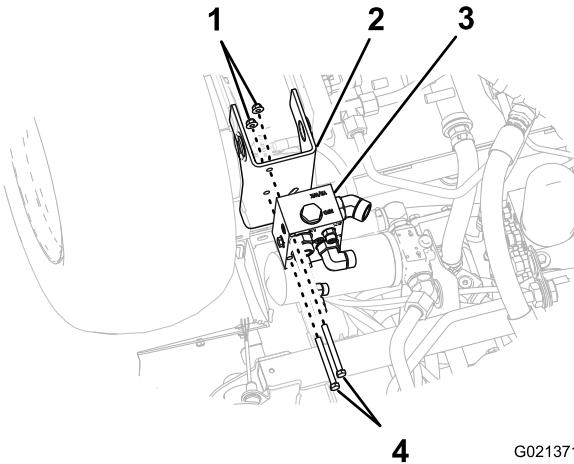

Figure 9
1. Alignez les trous du collecteur du diviseur de débit et ceux du support de châssis (Figure 9).
2. Fixez le collecteur de diviseur de débit au support de châssis à l'aide de 2 boulons à tête hexagonale et de 2 écrous à embase (Figure 9).